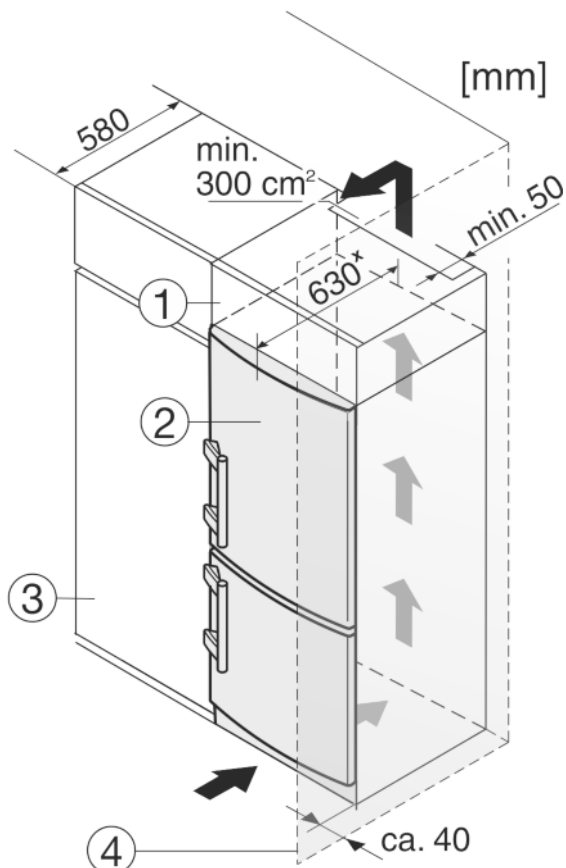

Fig. 9
- (1) Szafka nasadzana (3) Szafka kuchenna
(2) Urządzenie (4) Ściana
Urządzenie może zostać obudowane szafkami kuchennymi. Aby dopasować urządzenie Fig. 9 (2) do wysokości ciągu szafek kuchennych, można nad urządzeniem umieścić odpowiednią szafkę nasadzaną Fig. 9 (1).
W przypadku obudowania szafkami kuchennymi (głębokość maks. 580 mm) urządzenie można ustawić bezpośrednio obok szafki kuchennej Fig. 9 (3). Urządzenie wystaje z boku o 34 mm* i na środku urządzenia o 50 mm* w stosunku do frontu szafek kuchennych.
Jeżeli urządzenie będzie ustawiane z zawiasami do ściany Fig. 9 (4), to pomiędzy urządzeniem i ścianą należy zachować minimalny odstęp, wynoszący 40 mm. Na taką odległość wystaje klamka przy otwartych drzwiach.